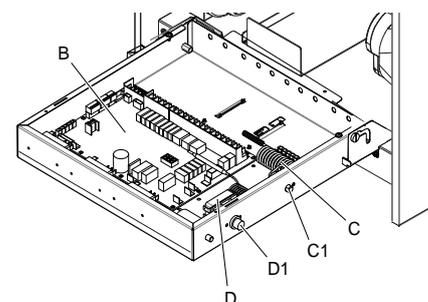

fig. 20 - vista interna del quadro elettrico
- B** Scheda idronica elettronica (fig. 20)
- C** Termostato di sicurezza per resistenza elettrica monofase bollitore ACS (TBH) con pulsante di riarmo manuale (part. C1 fig. 20)
- D** Termostato di sicurezza per riscaldatore elettrico monofase impianto (IBH) con pulsante di riarmo manuale (part. D1 fig. 20)